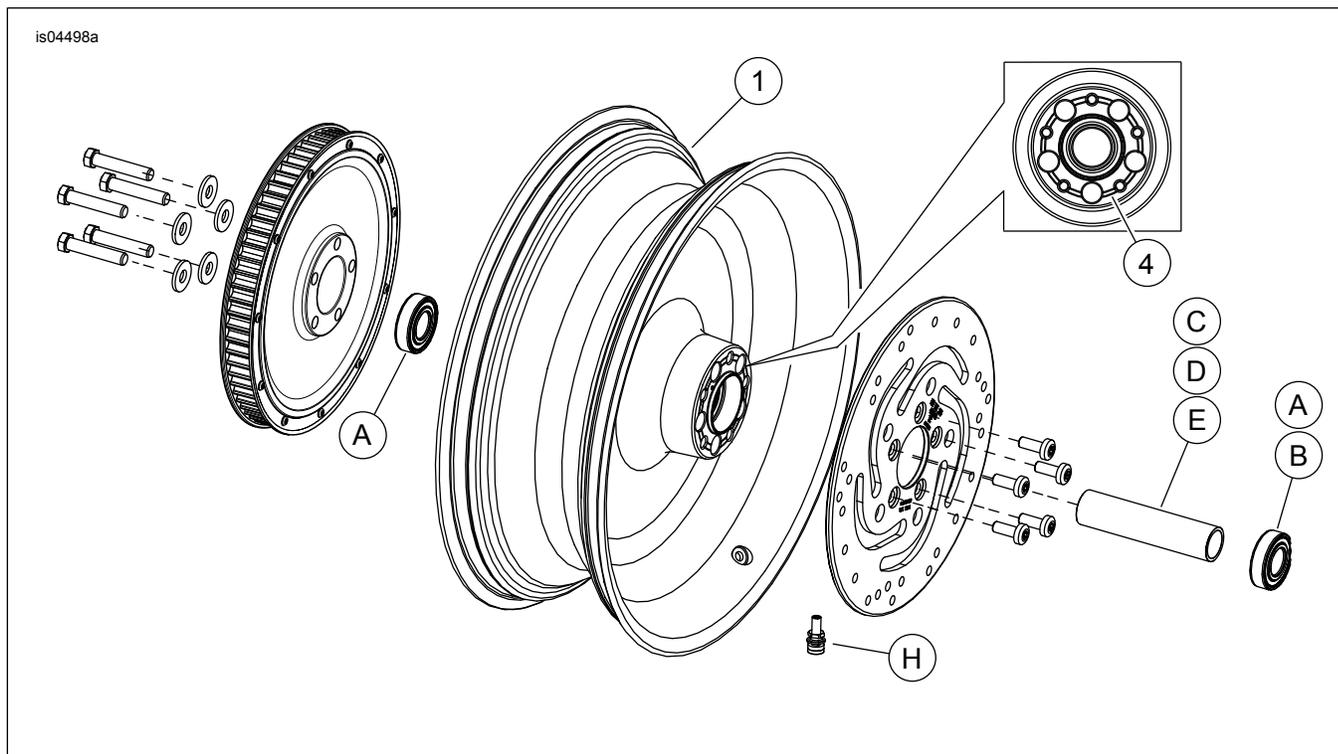

Abbildung 1. Ersatzteile: Hintere Forged Scheibenräder
Siehe Abbildung 1 und Tabelle 2
2. Siehe Abbildung 1. Die Ventilschaft-Baugruppe (H) am Rad anbringen. Siehe REIFEN im Werkstatthandbuch.